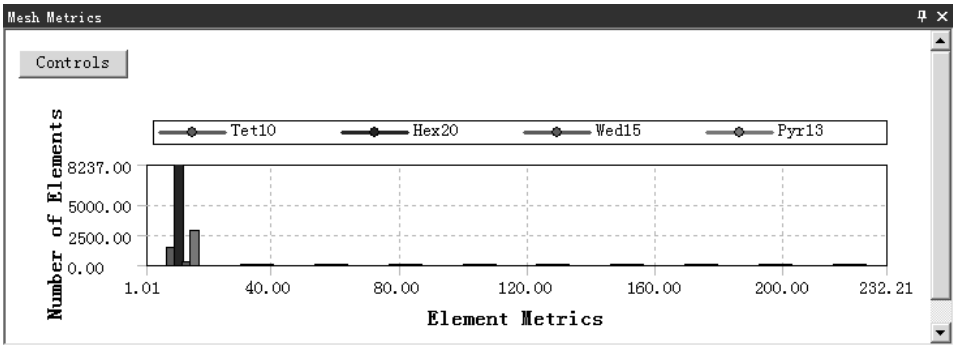

图 5.4.8 检查结果统计图表（二）
- ◆ Aspect Ratio（纵横比）。选择此选项后，此时在信息栏中打开图 5.4.8 所示的检查结果统计图表（二）。